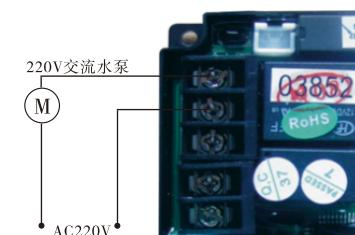
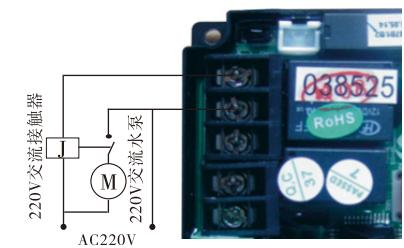

图3-8 进口接增压泵的接线图
图3-9 进口接增压泵的接线图
**应用说明：**当进水压力低于0.15MPa时，达不到反冲洗效果或难以吸盐时，需在进水口接入增压泵。输出控制模式设为b-01。当再生时，启动增压泵，其控制电路连接按图3-8所示。增压泵电流大于5A时，必须接入图3-9中的交流接触器。